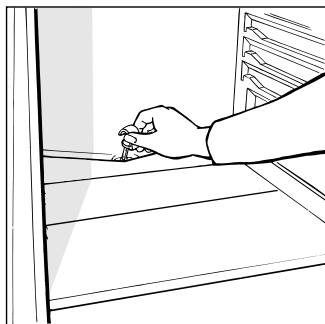

Bild. 2
Denna apparaten avfrostas automatiskt och smältvattnet rinna med hjälp av en dropprännare (bild 2) bakom skåpet var det avdunstar tack vare värmen som alstras från kompressoren. Det enda du behöver göra är att hålla rent dräneringshållet, som finns bakom grönsakslådan, så att vattnet kan rinna fritt ut.
- om dräneringshållet är tilltäppt (se bild 2).